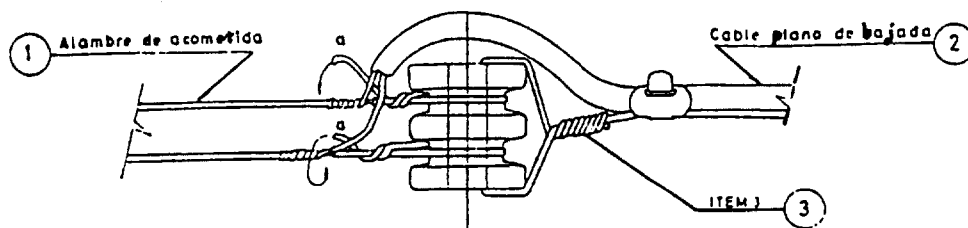
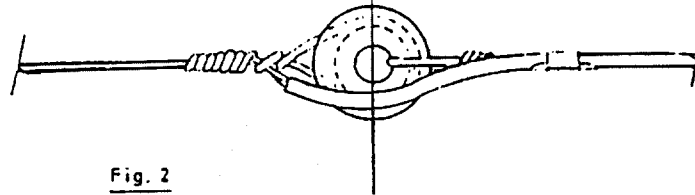

Fig. 1
Fig. 2
- 1.- El alambre de acometida rodea el aislador fijándose con dos vueltas, el chicote (a) (fig. 1) envuelve el alambre de acometida ver (Fig. 2) cubriendo totalmente el tramo de conexión, evitándose en esta forma el uso de cinta aisladora.
- 2.- El cable plano de bajada debe quedar con una curvatura sobre el aislador, para evitar la entrada de agua (ver fig. 1).